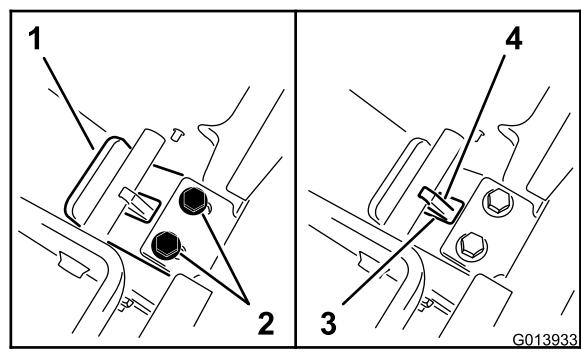

Figura 10
5. Manteniendo la presión sobre la chapa trasera, deslice la lengüeta hacia usted, hasta que el borde de la chapa de la lengüeta entre en contacto con el travesaño (Figura 10).